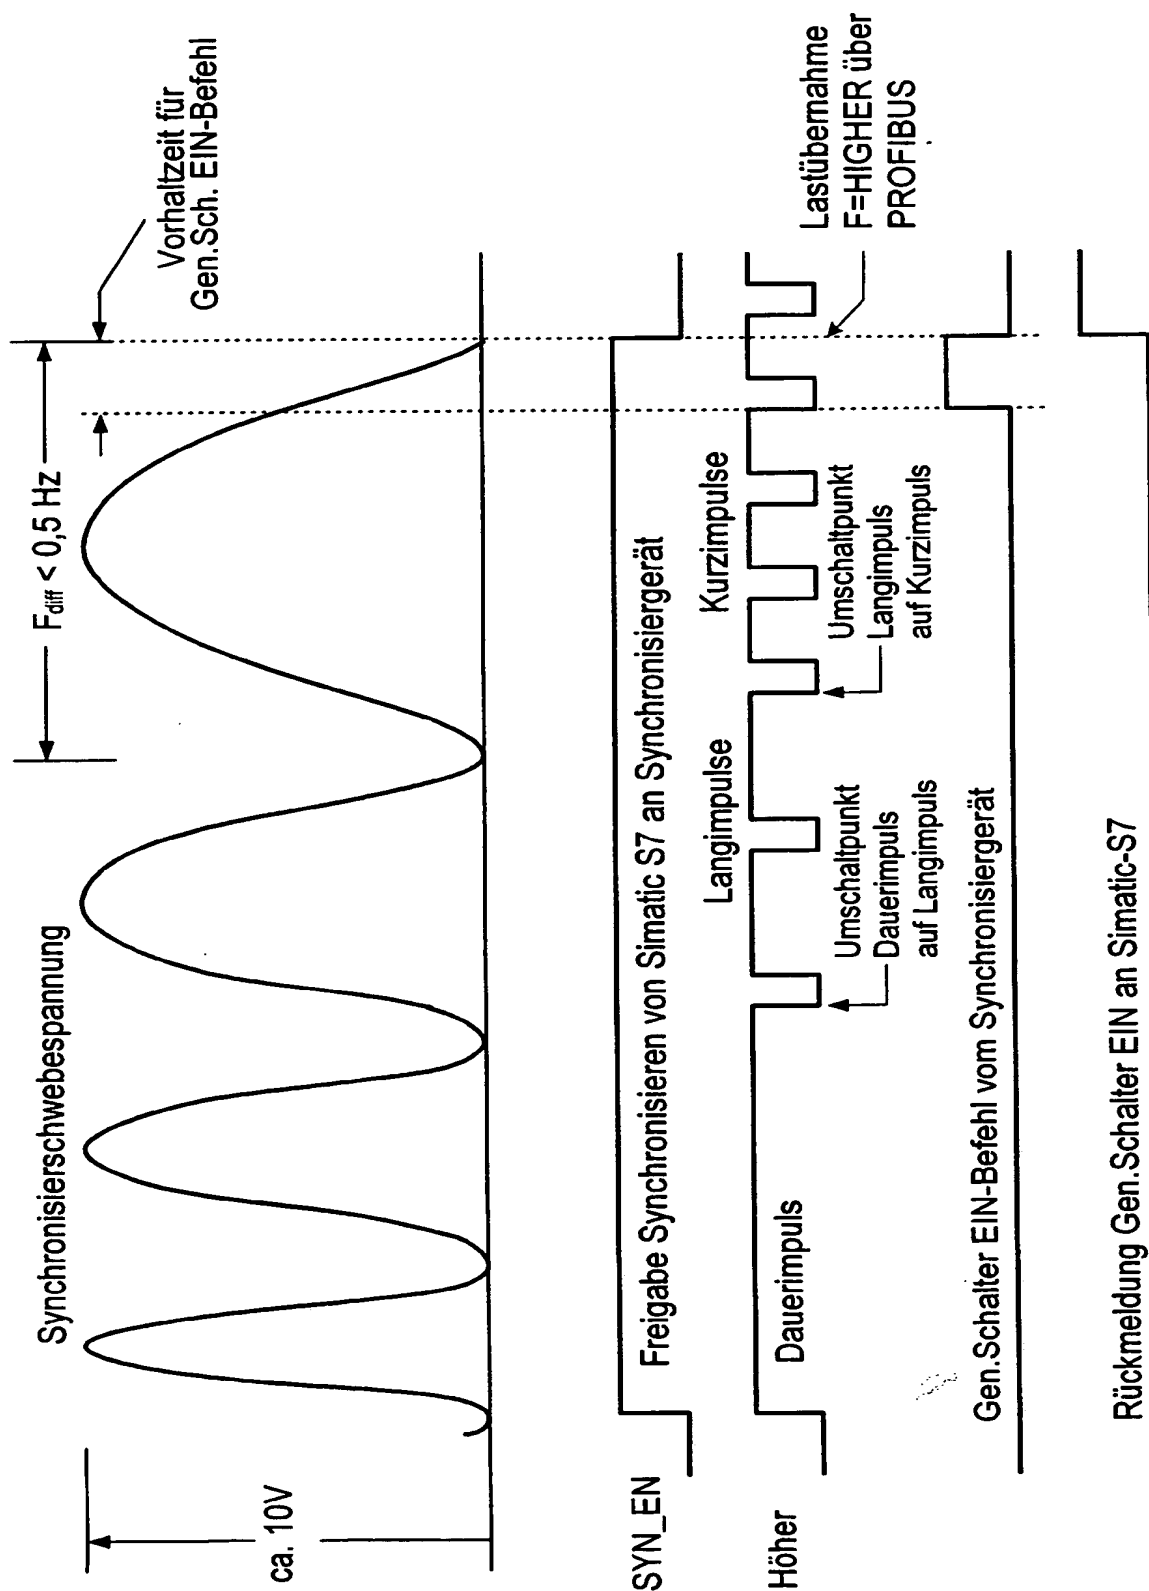

FIG 10
9.7.9 Das Prinzip der Synchronisierung ist in Fig. 10 dargestellt